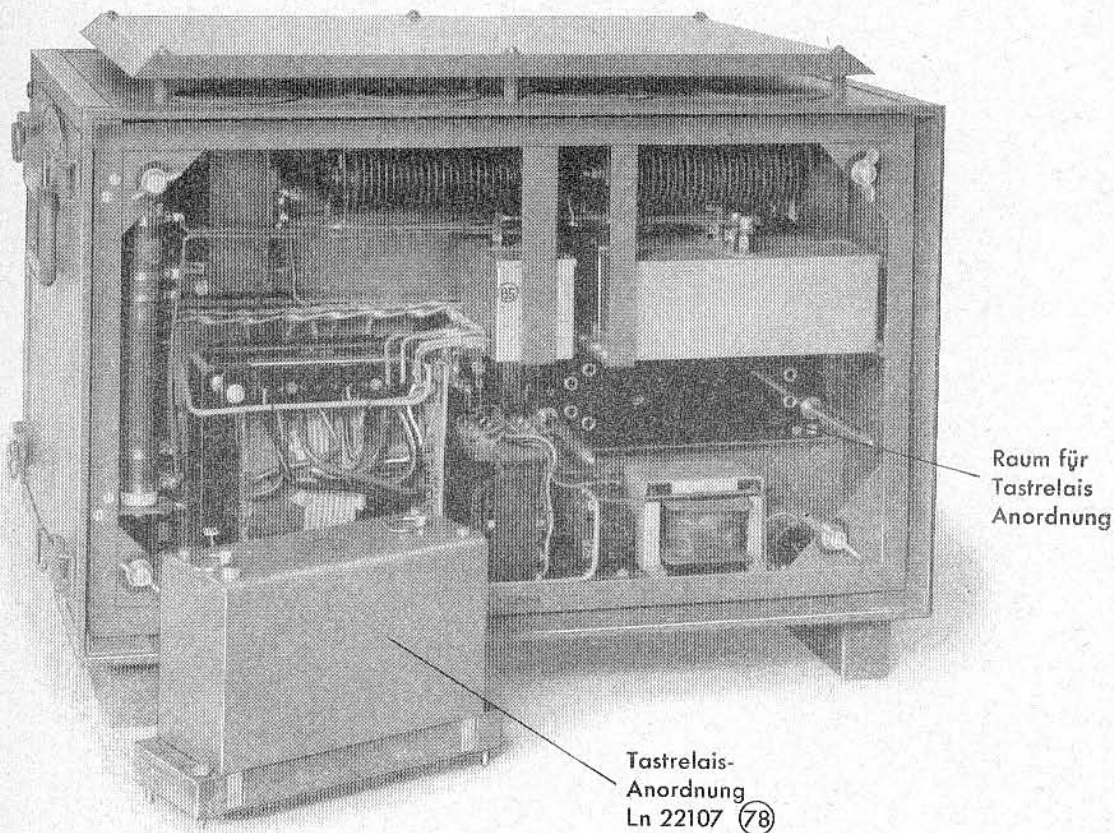

Abb. 9. Rückteil, offen, mit herausgenommener Tastrelais-Anordnung
Die Lastvorrichtung unterbricht den Anodenstrom der Tonröhre (48) im Last der je nach Betriebsart des EZ-Senders verschiedenen Lastfrequenz automatisch (vgl. hiermit Absatz c) der „Technischen Daten“!). Hierzu dient die Lastrelaisanordnung (78) im Sender-Rückteil (siehe Abb. 9), die aus insgesamt 4 Relais einschl. zugehöriger Dämpfungswicklungen besteht. Die Lastrelais-Anordnung ist steckbar angeordnet und daher leicht auswechselbar. Bei Störungen in der Zeichengebung ist die Ersatz-Lastrelais-Anordnung zu verwenden.